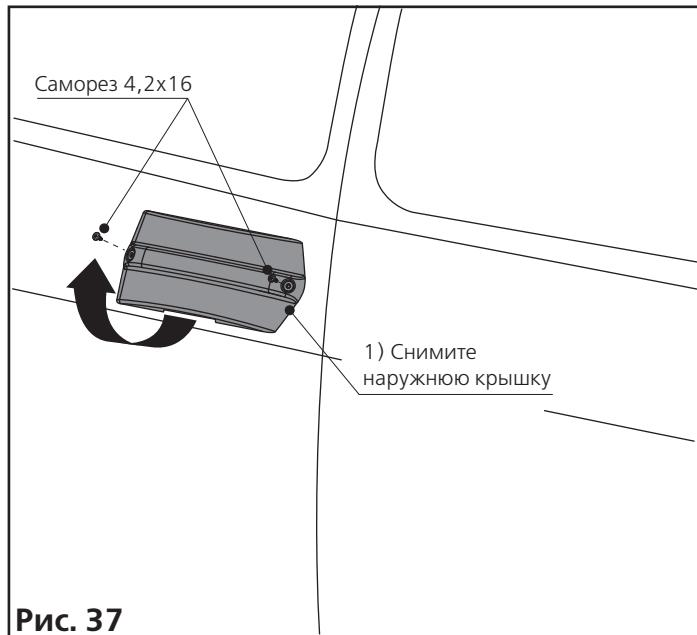

Рис. 37
1. Снимите наружную крышку (рис. 37).